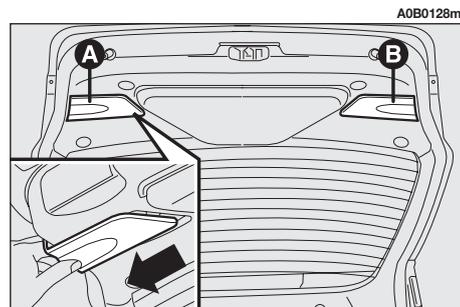

Abb. 48
- Den Deckel **(A oder B, Abb. 48)** nahe der betreffenden Glühlampe langsam ausziehen.
– Den Deckel (**A** oder **B**, **Abb. 48**) von aussen aufsetzen und einrasten lassen.